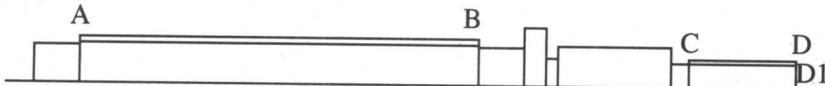

图 1-29
(4) 绘制螺纹线。单击“修改”|“偏移”命令，将直线 AB、CD 均向下平移 1，结果如图 1-29 所示。